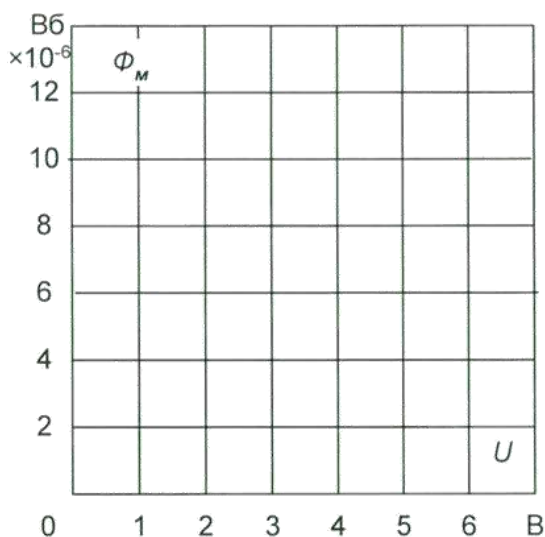

Рис. 14.3
- Рассчитайте и постройте на рис. 14.3 экспериментальный график изменения амплитуды магнитного потока от напряжения на катушке:
- Постройте расчетный график также на рис. 14.3 и сравните его с экспериментальным.